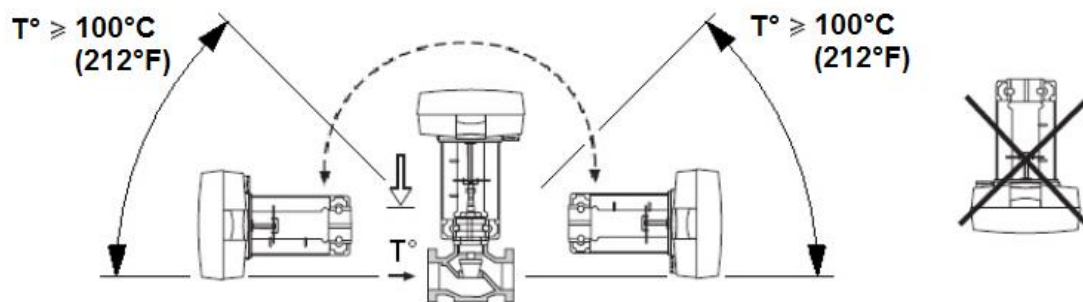

Bild 2
- Vid inkommande temperatur över 100° rekommenderas det att ställdonet vinklas eller läggs ner, se Bild 2.